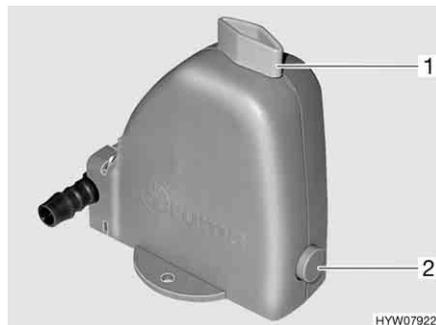

Bild 144 Sicherheits-/Ablassventil des Boilers
Der Boiler ist mit einem Sicherheits-/Ablassventil (Bild 144) ausgestattet. Das Sicherheits-/Ablassventil verhindert, dass das Wasser im Boiler einfriert, wenn bei Frost die Heizung nicht eingeschaltet ist.
- Sicherheits-/Ablassventil schließen. Dazu den Drehknopf (Bild 144,1) quer zum Sicherheits-/Ablassventil drehen und den Druckknopf (Bild 144,2) hineindrücken.
- Sicherheits-/Ablassventil öffnen. Dazu den Drehknopf (Bild 144,1) längs zum Sicherheits-/Ablassventil drehen. Der Druckknopf (Bild 144,2) springt heraus. Der Boiler wird über das Sicherheits-/Ablassventil nach außen entleert.